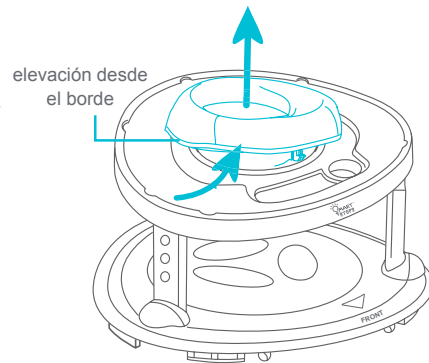

Fig. 11a
- 11 • **EXTRACCIÓN DEL ASIENTO:** Para extraer el asiento, use el borde del asiento para despegarlo de la tapa superior (Fig. 11a).